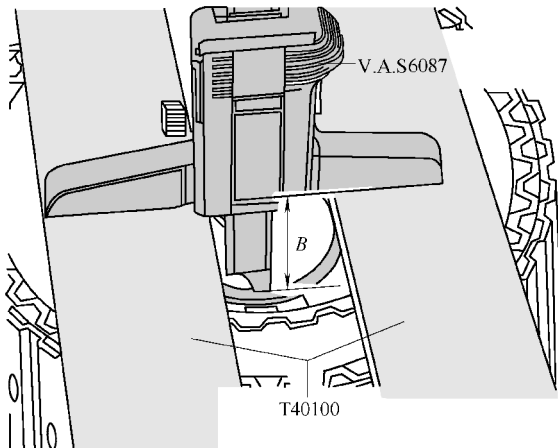

图 2-2-56 用数字式深度游标卡尺 V. A. S6087 测量轴上的接合环并记录测量值 B
(9) 用数字式深度游标卡尺 V. A. S6087 测量轴上的接合环(压板的接合面)并记录测量值 B, 如图 2-2-56 所示。
(10) 将两个测量值 B 和 A 相减 $B - A$ 即为离合器的间距 K。